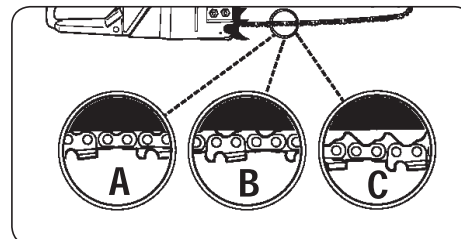

Abb. 4A
Wenn die Sägekette zu locker oder zu straff ist, nutzen sich die Zähne, die Schiene, die Kette und das Kurbelwellenlager schneller ab. Sehen Sie sich die (Abb. 4A) an, an welcher die richtige kalte Spannung (A) und warme Spannung (B) und die Spannung einer Kette, die weiter eingestellt werden soll (C) angegeben sind.